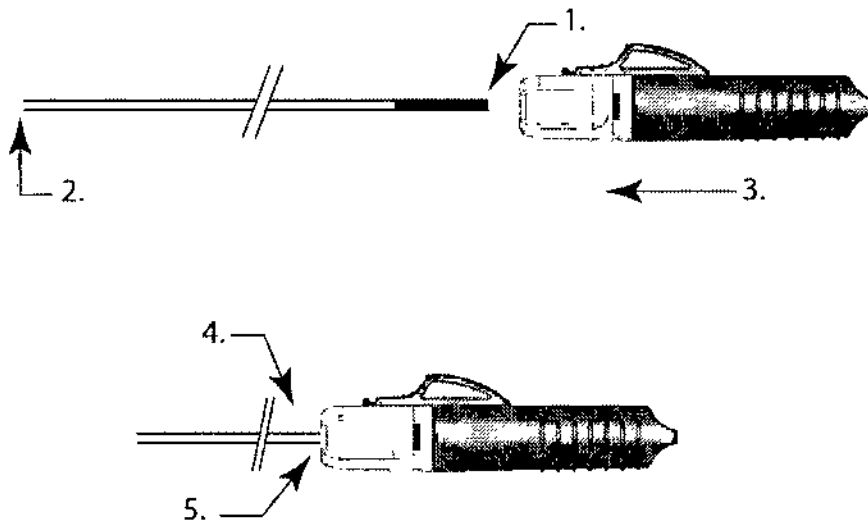

Figura 3
13. Sujete el extremo proximal del empujador de implantes en el extremo distal del indicador de carga. Haga avanzar el I.D. (Instant Detacher) sobre el extremo proximal del empujador de implantes hasta que el indicador de carga se introduzca por completo en el embudo y el empujador este firmemente asentado en el accionador (consulte la figura 3).
Nota: Si la banda indicadora aun esta visible, tal como se muestra en la figura 4 a continuación, I.D. (Instant Detacher) deberá hacerse avanzar aun mas hasta que elemento empujador de implante quede completamente asentado en el embudo, tal como se muestra en la figura 3 mas arriba